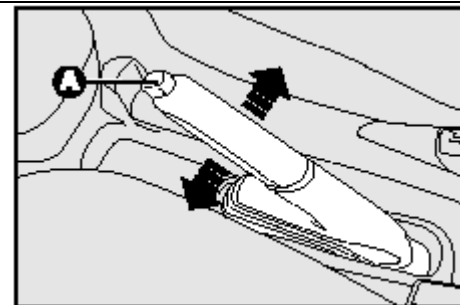

рис. 1
## СТОЯНОЧНЫЙ ТОРМОЗ **рис.1**
- Слегка потянув рычаг вверх, нажать кнопку блокировки **A - рис. 1**;